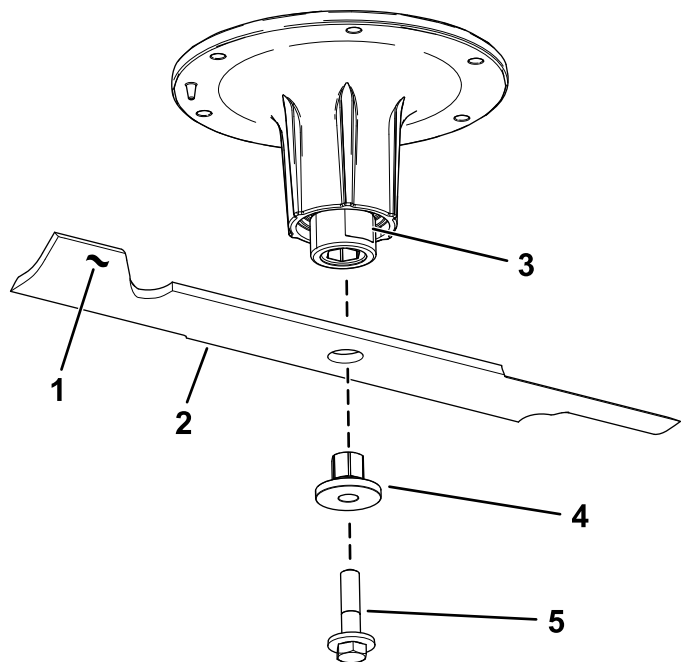

Figura 80
2. Îndepărtați urubul lamei, buca i lama de pe arborele axului (Figura 80).